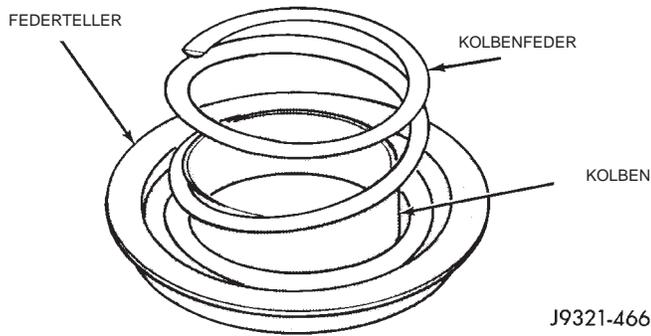

Abb. 134 Kolbenfeder einbauen
(5) Feder in Kupplungskolben einsetzen (Abb. 134).